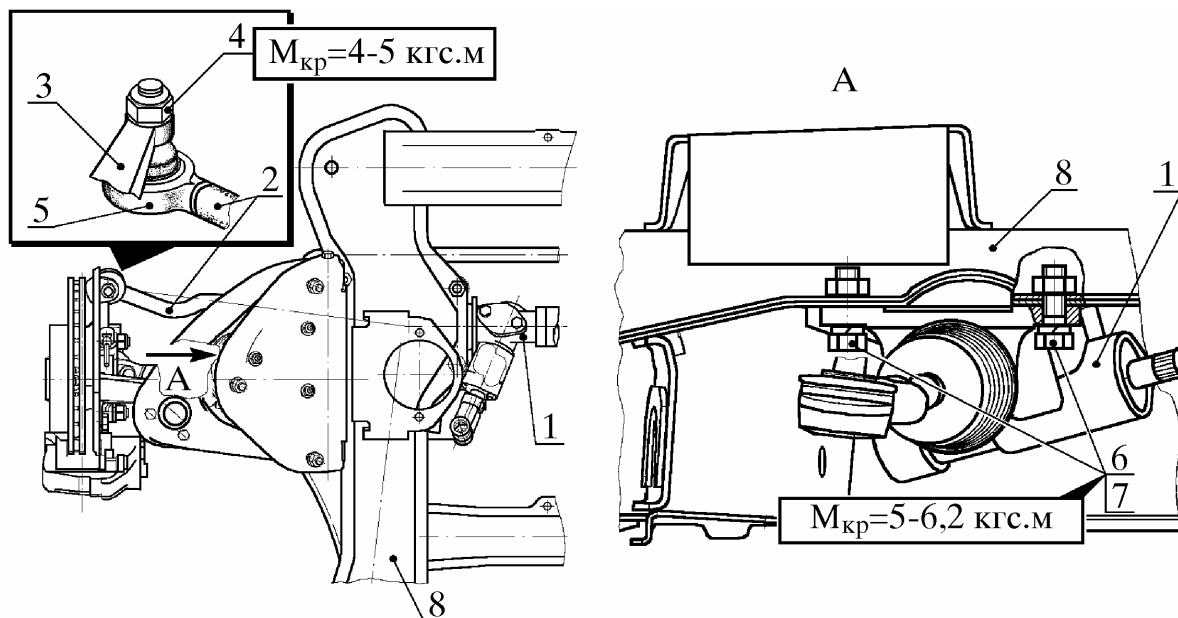

Рис. 14. Установка рулевого механизма с рулевыми тягами в сборе:
5.1. Установить рулевой механизм **1** (рис. 14) с рулевыми тягами **2** в сборе в последовательности, обратной снятию, по п. 4.17, при этом руководствоваться следующими техническими требованиями: